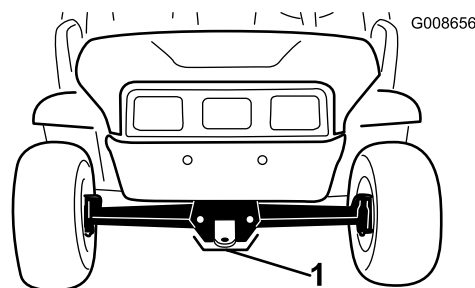

Figura 23
- O ponto de elevação dianteiro da máquina encontra-se na zona dianteira do chassis, por trás do garfo de reboque (Figura 23).